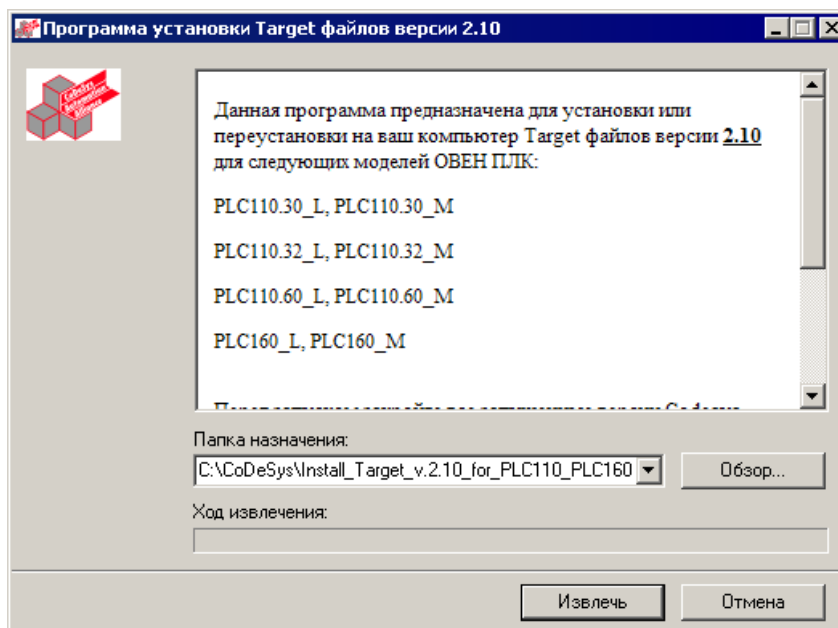

Рисунок 3.2 – Окно программы установки Target файлов
- 2) В открывшемся окне программы (см. рисунок 3.2) – указать папку назначения и нажать конопку «Извлечь».